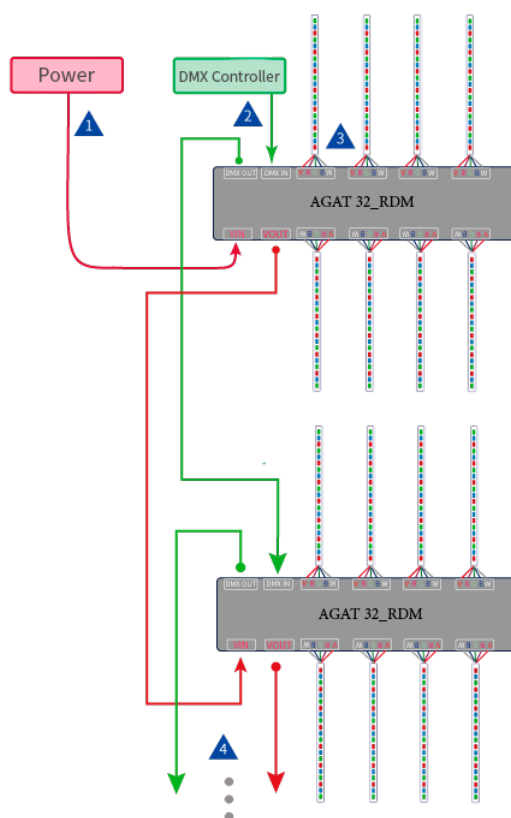

Рисунок 1. Схема подключения AGAT
- 3.2. Подключите декодер согласно схеме (рисунок 1).